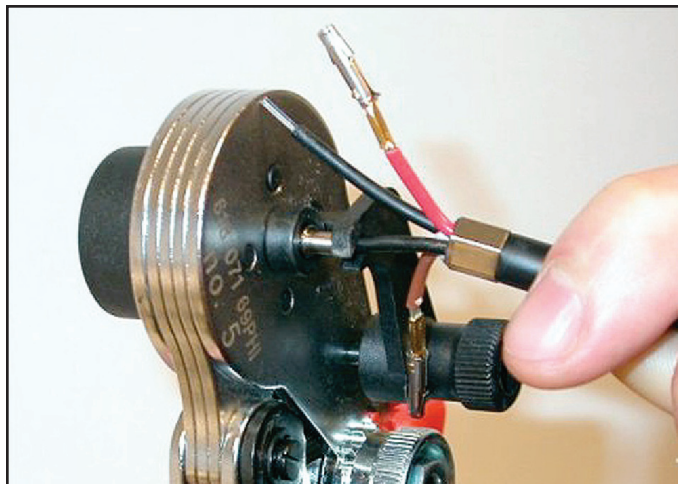

рисунок 45.23: Обжимка металлических наконечников (1)
- 21 Вставьте пластмассовое оптическое волокно в металлический наконечник на подпружиненном ограничителе инструмента для позиционирования POF (см. рисунок 45.23).